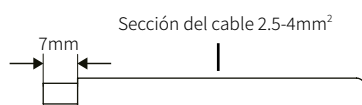

Fig. 22. Pelado del extremo del cable.
- b. Pelar 7 mm. del manguito de aislamiento del cable de DC, tal como se muestra en la Fig. 22: